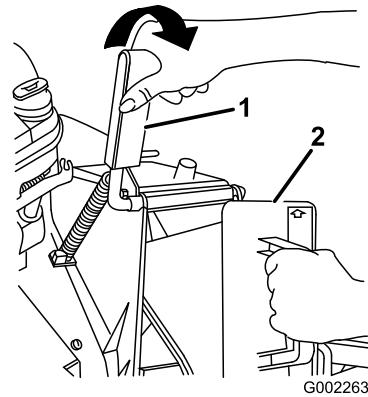

Figure 7
- Tirez la poignée en arrière pour ouvrir le volet d'éjection (Figure 7). Maintenez la poignée en position d'ouverture pour empêcher le ressort de refermer le volet pendant l'insertion de l'obturateur.
- L'obturateur étant légèrement plus large que l'ouverture de l'éjecteur, tournez-le légèrement dans le sens horaire lors de l'insertion (Figure 7).